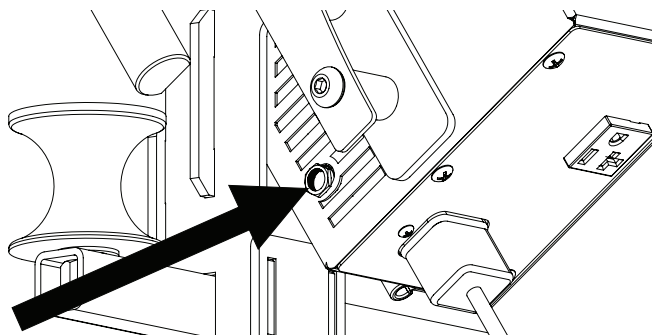

Figure 3
11. Brancher la pédale du tire-câble dans la prise correspondante sur le Pull Assist située sous le guide d'extraction de la corde. (Fig. 3)